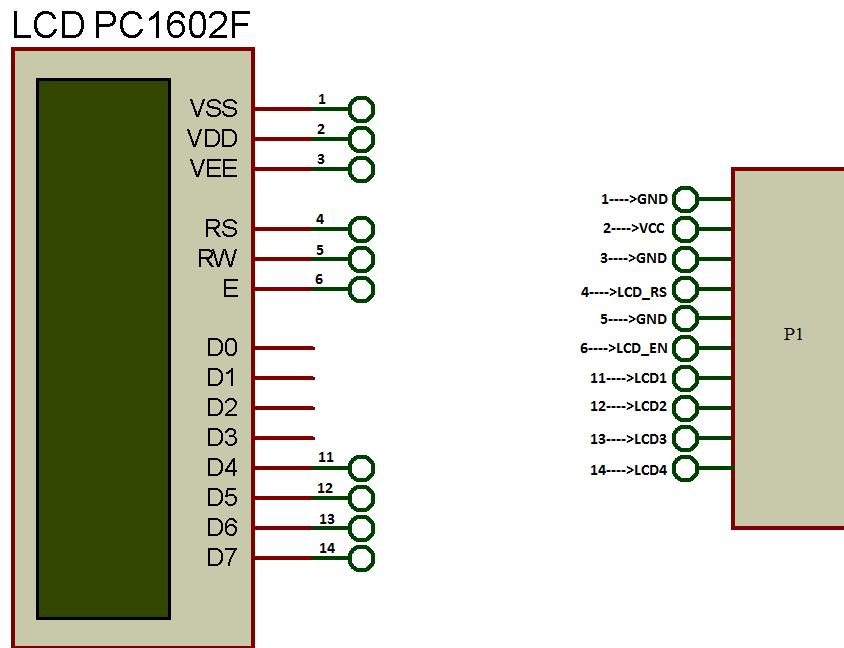

Figura 45: Diagrama esquemático de conexión display LCD 16x2.
- **Paso 3:** Sobre la Figura 45 se ilustra el diagrama esquemático para el conexionado del Display sobre la placa. Implementar la conexión que se indica sobre la Sección 4.4 para el Display 7 Segmentos.